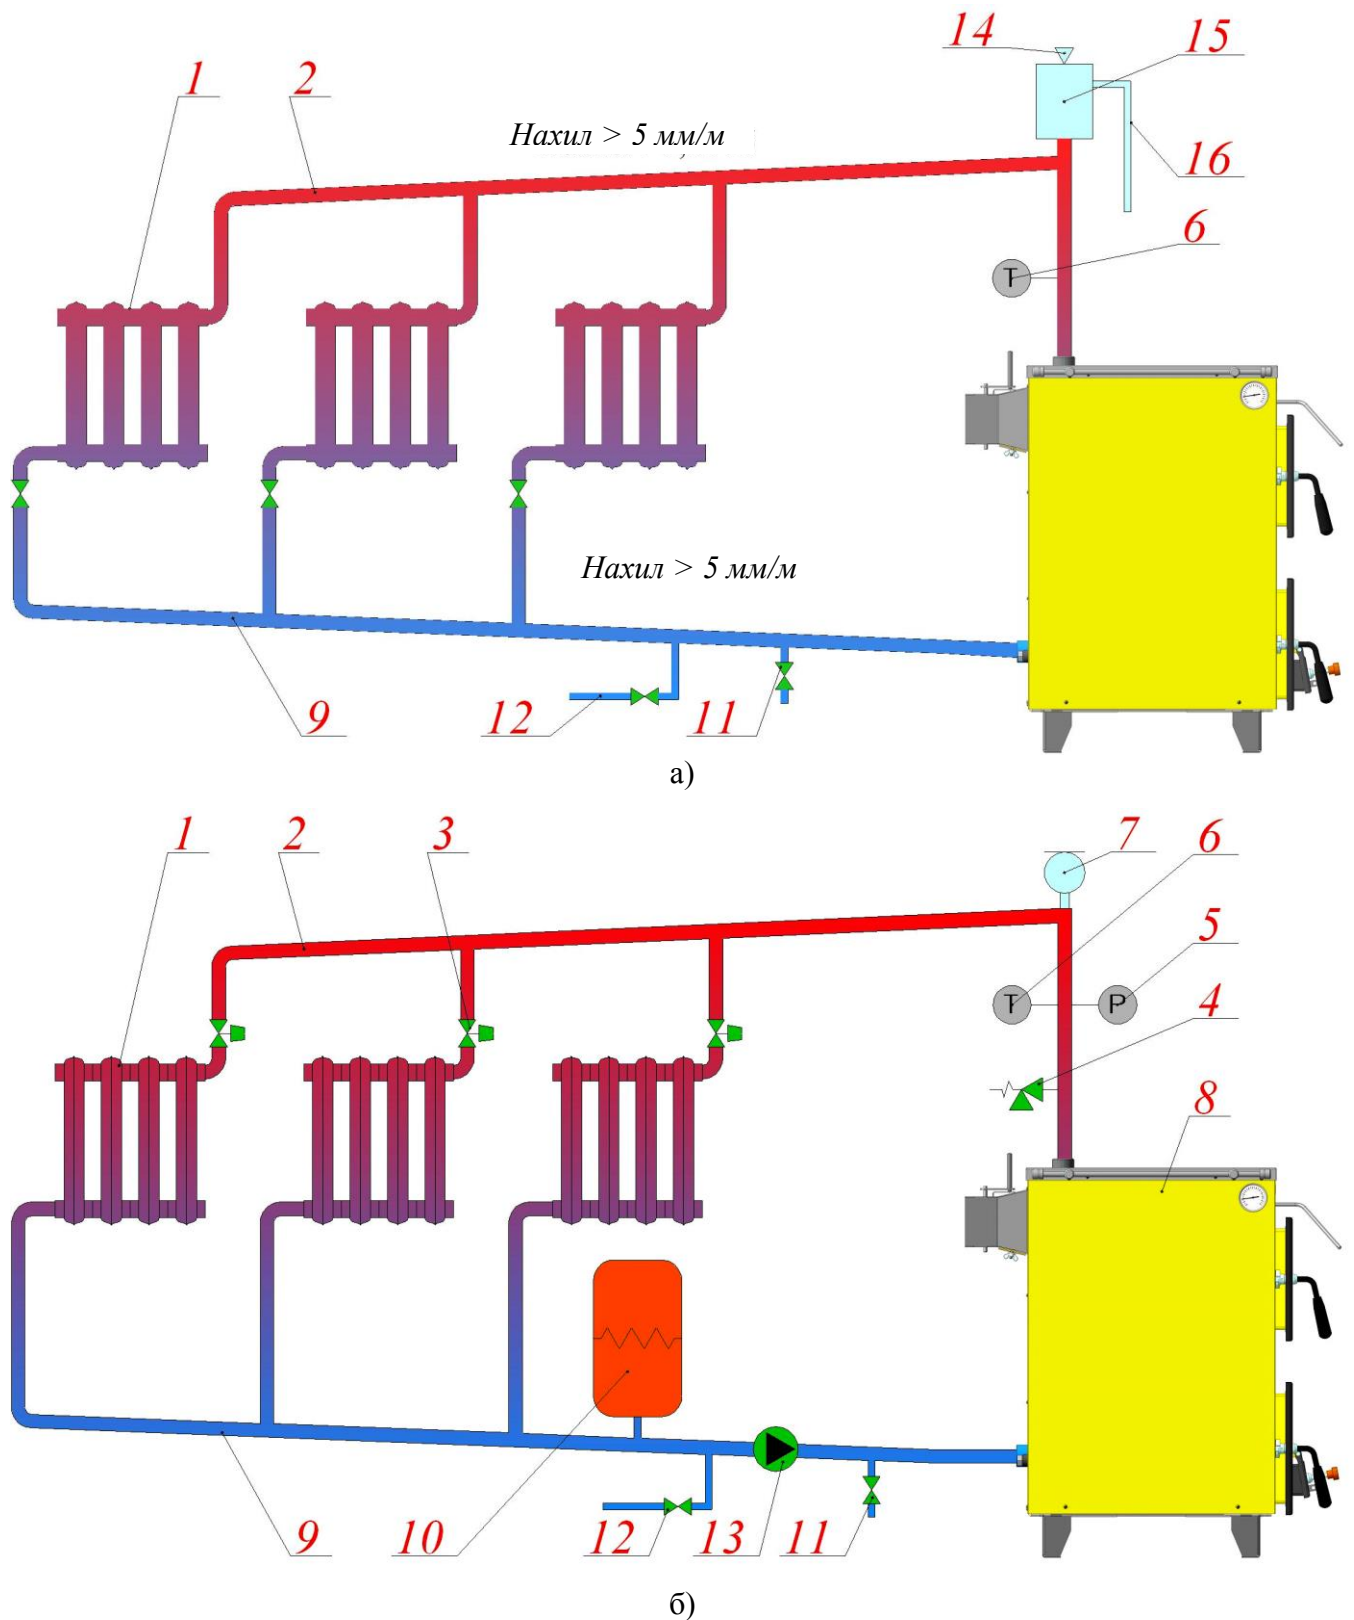

Рис. 5. Схеми під'єднання апарата до системи опалення :
7.6. Схема під'єднання апарата до системи опалення приведена на рис. 5.